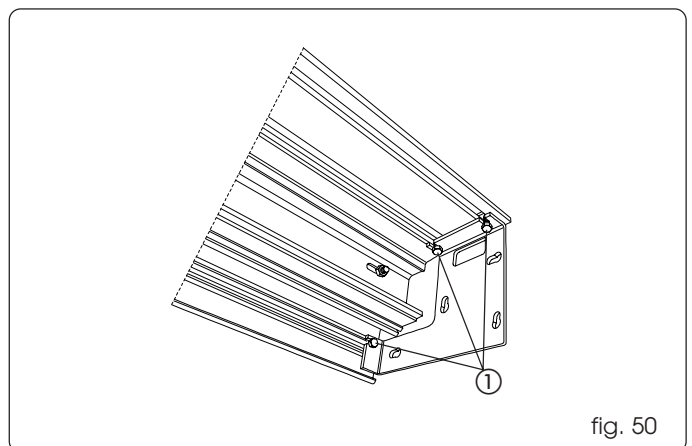

fig. 50
Assembleer de beugels voor bevestiging aan de zijkant, met behulp van de trekschroeven (fig. 50 ref. ①).